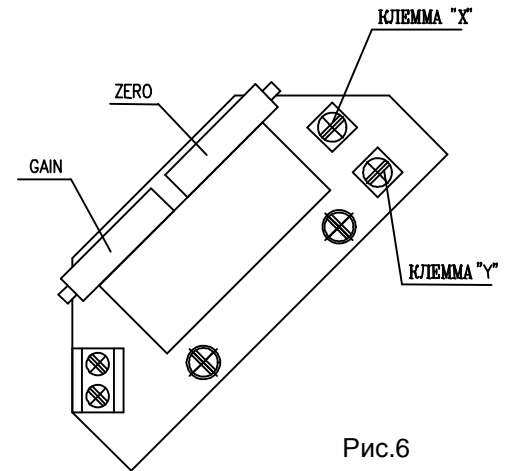

Рис.6
##### 4.4.1 EPV - 2-проводниковое включение (рис.6)
- Установите датчик сопротивления на основании инструкций в предыдущей главе так, что величину сопротивления измеряйте на клеммах X-Y (рис.6). (употреблен датчик с сопротивлением 100Ω)
- Поворачиванием устанавливающего триммера ZERO (рис.6) установите величину выходного сигнала тока, измеряемого на клеммах 81-82, на величину 4 мА.
- Поворачиванием устанавливающего триммера GAIN (рис.6) установите величину выходного сигнала тока, измеряемого на клеммах 81-82, на величину 20 мА.